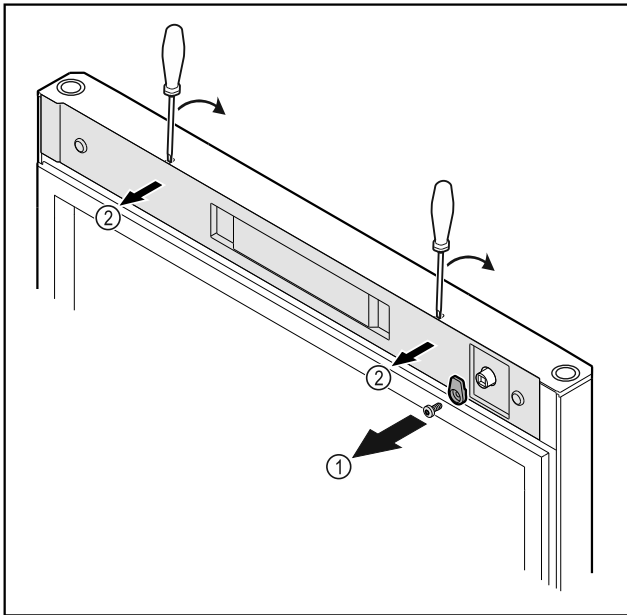

Fig. 22
- ▶ Desatornillar el gancho de cierre Fig. 22 (1).
- ▶ Desencajar la cubierta Fig. 22 (2) con un destornillador pequeño y retirarla.